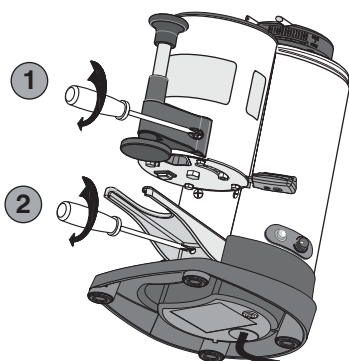

Fig. 11
- 5 Visser et bien serrer les vis aussi bien du tasseur télescopique (1, Fig. 11) que de la nouvelle fourche (2, Fig. 11).